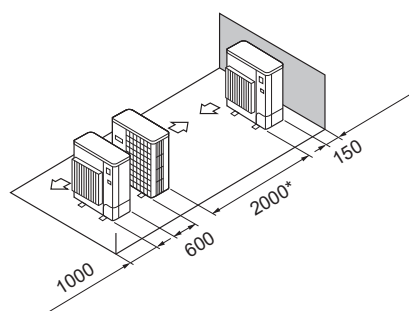

Fig. 2-17
- ⑤ Бір параллельді блокты орналастыру (Fig. 2-17)